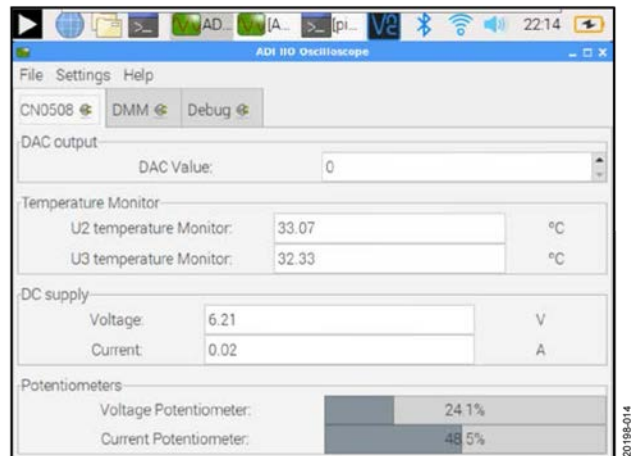

图 13. IIO 示波器插件接口
4. 启动时，IIO示波器自动运行，并显示CN-0508插件控制面板，如图13所示。